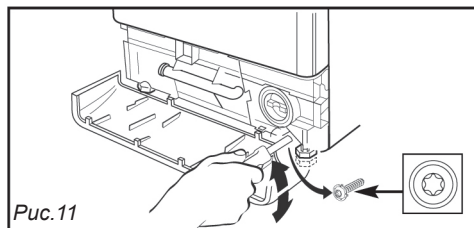

Рис.11
- Открутите 2 винта, фиксирующие ножки, с помощью отвертки «TORX T20» (Рис. 11).